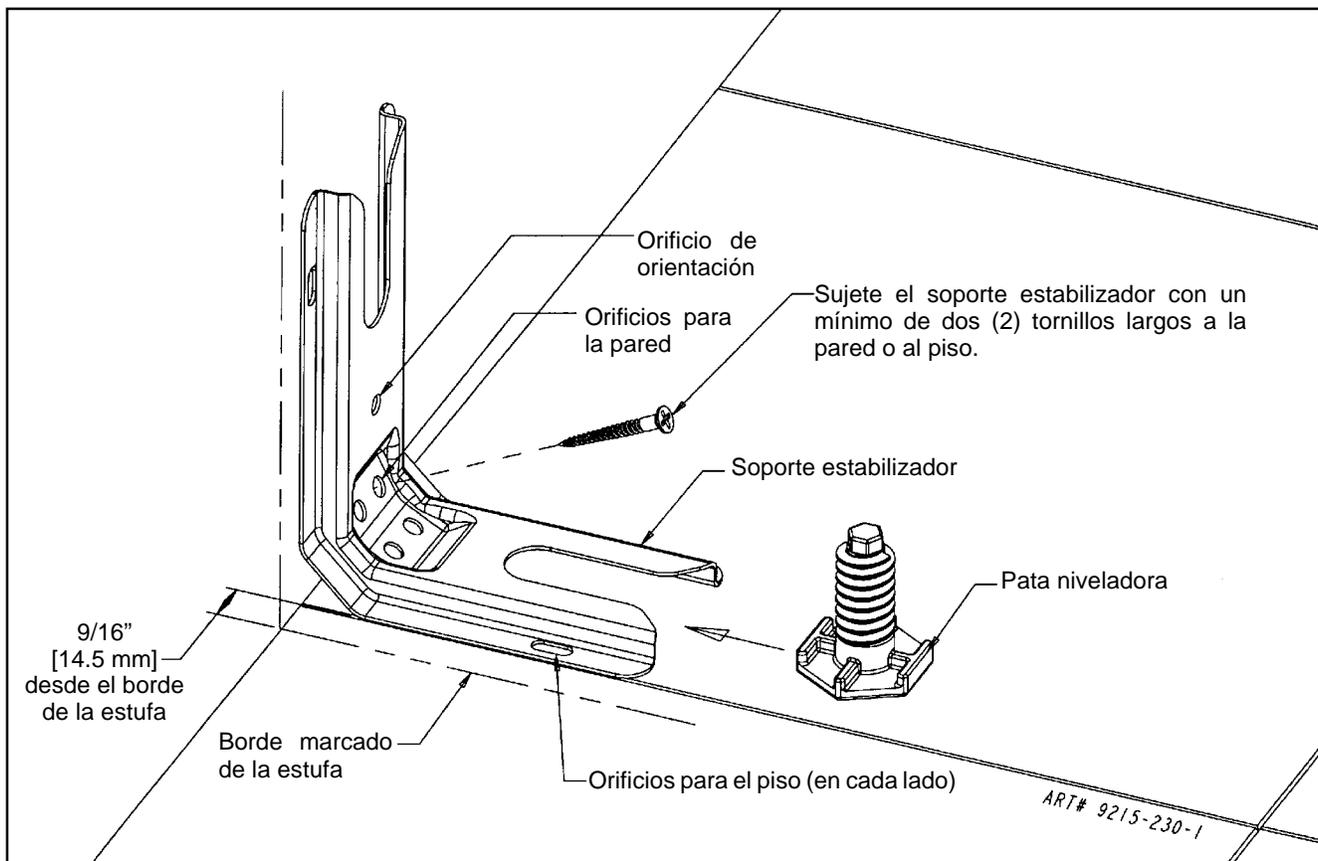
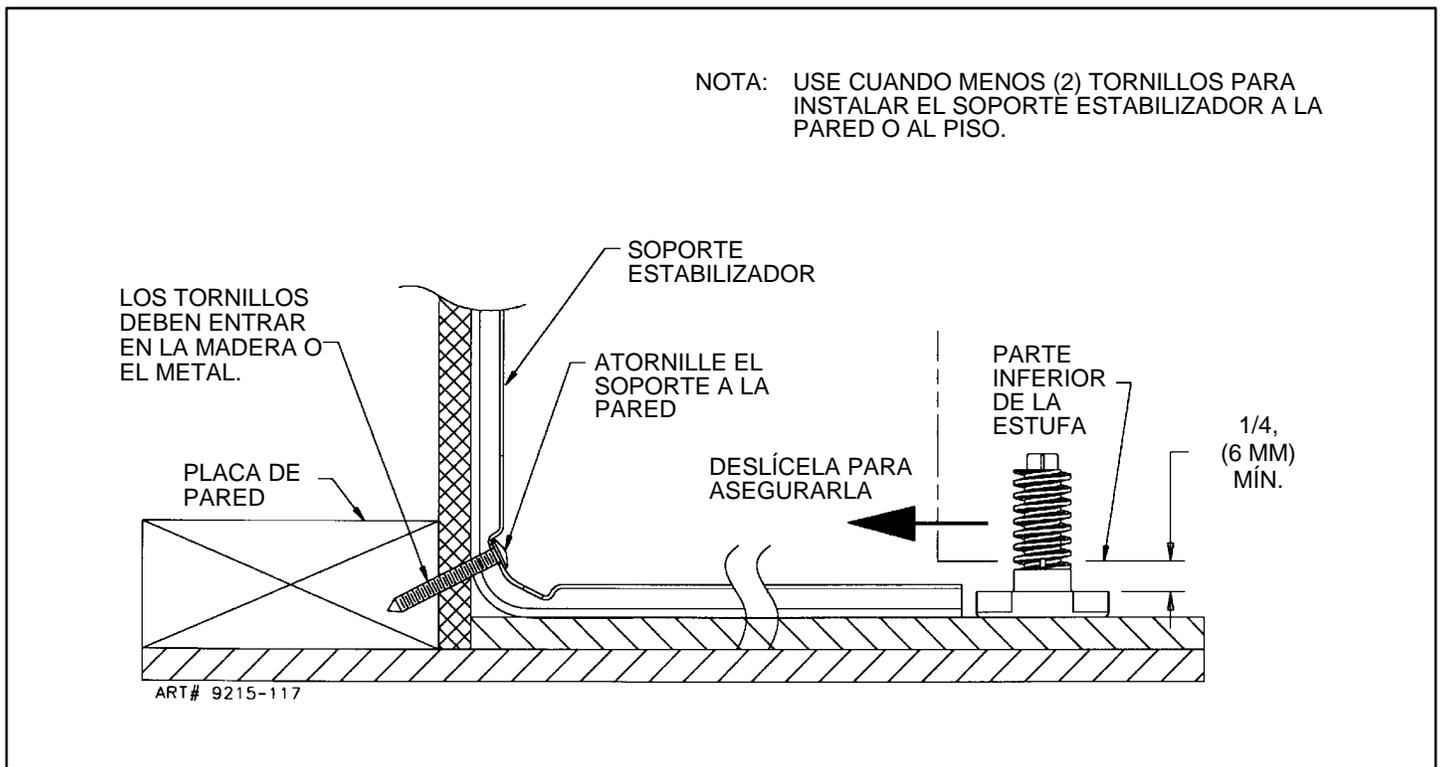

FIGURA 3
FIGURA 4
PASO 1 -Ubicación del soporte ESTABILIZADOR (vea la figura 3)
- Coloque el SOPORTE del "BORDE" marcado a 9/16" (14.5 mm) del centro de la abertura y contra la pared posterior según se muestra en la figura 3, con el orificio de orientación hacia la pared.
- Use el soporte como plantilla y marque los orificios necesarios, según se muestra en la figura 3, para el tipo de construcción que se utilizará.
- Piso: Ubique el centro de los dos orificios que se identifican en la figura 3 como "ORIFICIOS PARA EL PISO". Taladre un agujero piloto de 1/8 (3 mm) en el centro de cada orificio (puede utilizarse un clavo o una lezna si no tiene una broca). Asegure el soporte ESTABILIZADOR al piso con los dos tornillos que se proporcionan. Continúe con el PASO 3.
- Pared: Ubique el centro de los dos orificios que se identifican en la figura 3 como "ORIFICIOS PARA LA PARED". Taladre un agujero piloto en ángulo de 1/8" (3 mm) en el centro de cada orificio según se muestra en la figura 4. (Puede utilizarse un clavo o una lezna si no tiene una broca). Asegure el soporte ESTABILIZADOR al piso con los dos tornillos que se proporcionan según se muestra en la figura 4. Continúe con el PASO 3.
Nota: Se requiere un espacio libre de cuando menos 6 mm (1/4 pulg) entre la estufa y la pata niveladora que se enganchará al soporte estabilizador (vea la figura 4).